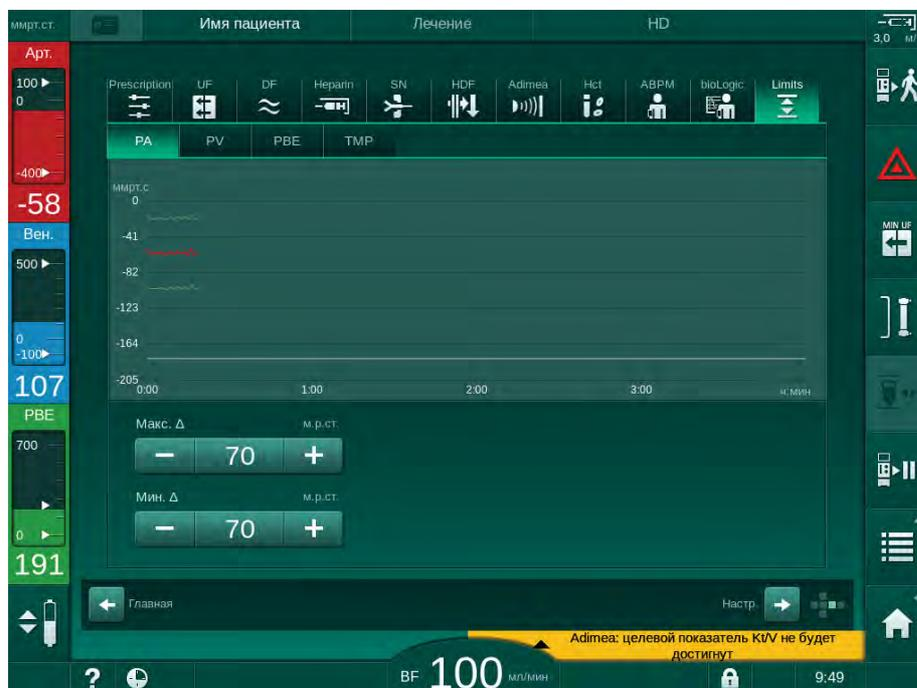
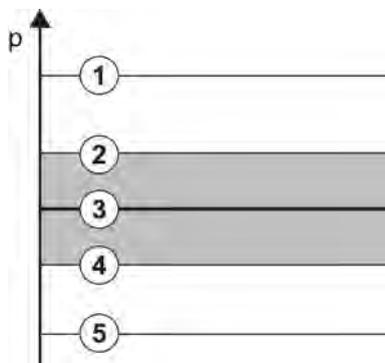

Рис. 5-20 Пример диапазона давления на экране *Ввод*
Рис. 5-21 Диапазоны давления
Давления контролируются с использованием окон диапазона (серая область на Рис. 5-21), которые определяются на основании соответствующего расстояния между фактическим значением ③ и нижним ④ и верхним ② пределами (значения мин./макс. коэффициента дельта). Сумма этих двух расстояний дает ширину окна диапазона, то есть в примере на Рис. 5-20:  $70+70=140$  (мм рт.ст.).